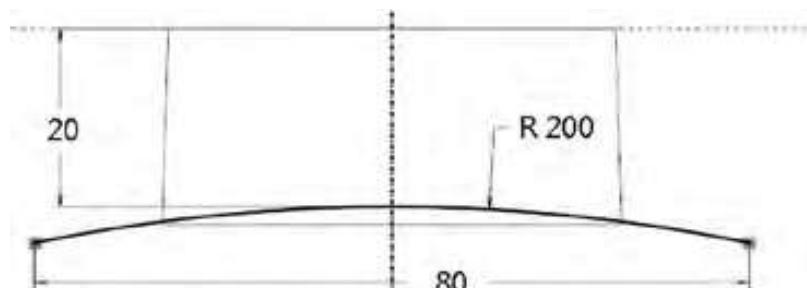

图4-6 修改尺寸
- Step 18** 单击“对称”按钮对称，先选中圆弧的第1个端点，再选中另一个端点，然后选择竖直中心线，两个端点关于竖直中心线对称，如图4-6所示。
- Step 19** 单击“法向尺寸”按钮法向尺寸，修改尺寸标注，如图4-6所示。